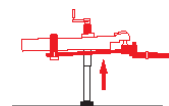

Figure 32
4. Étirez le vérin de la remorque pour soulever le poids des barres de torsion. (Figure 32)